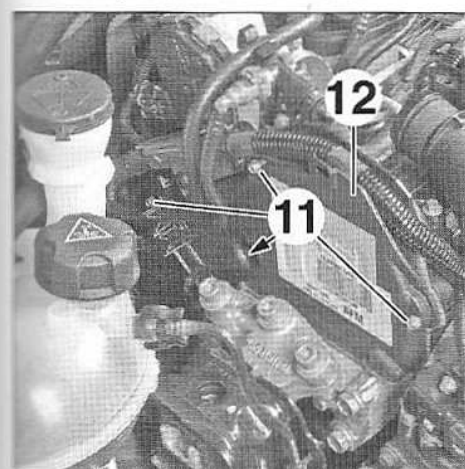

FIG.102
- Déposer (Fig.102) :
- les vis (11),
- le carter supérieur de distribution (12).